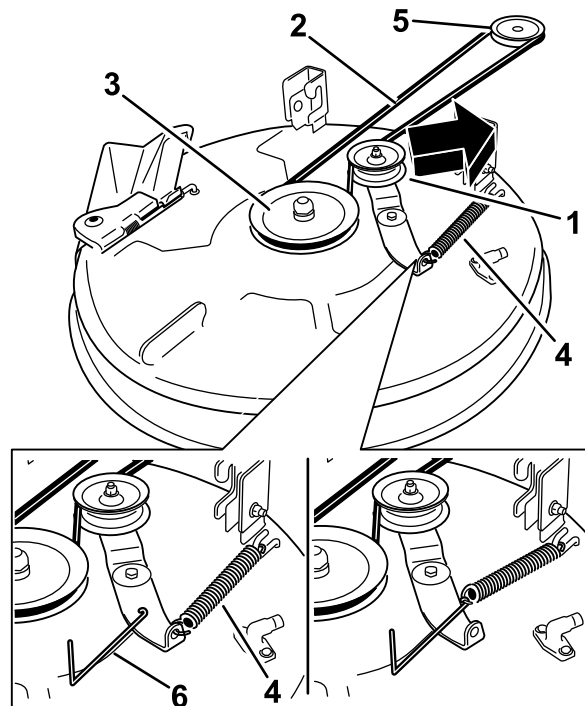
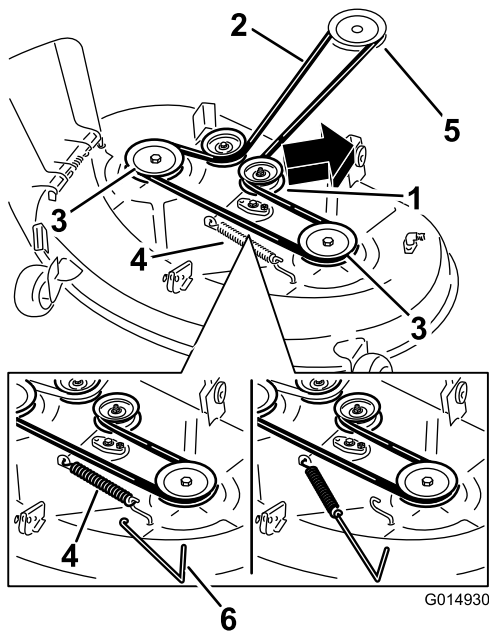

Figura 71
Figura 72
6. Usando una herramienta para la retirada de muelles (Pieza Toro 92-5771), retire el muelle tensor del gancho de la carcasa para eliminar la tensión de la polea tensora, y retire la correa de las poleas (Figura 71 y Figura 72).
7. Enrute la correa nueva alrededor de las poleas del motor y del cortacésped (Figura 71 y Figura 72).
8. Con la ayuda de una herramienta para la retirada de muelles (pieza Toro N° 92-5771), instale el muelle tensor sobre el gancho de la carcasa y tense la polea tensora y la correa (Figura 71 y Figura 72).